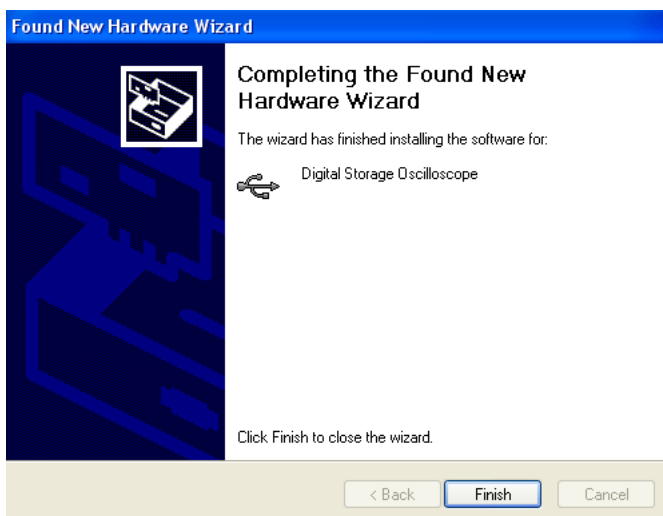

Рисунок 1-14
4. Мастер установки нового оборудования начинает автоматический поиск и установку драйвера интерфейса USB для программы управления осциллографом. Когда установка завершится, на экране появится диалоговое окно, показанное на рис. 1-14.
5. В окне, показанном на рис. 1-14, щелкните мышью по кнопке [Finish (F)]. Драйвер установлен, и теперь возможно немедленное подключение программы управления к осциллографу. Прежде, чем приступать к работе, прочтите раздел 3.1. «Управление ин-